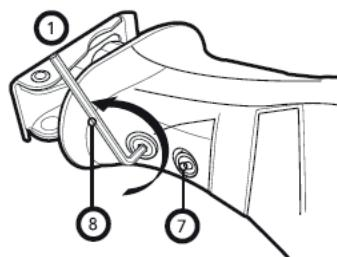

Рисунок 4
- Для продолжительной службы пильного полотно, рекомендуется отрегулировать опорную подошву (1).
- Используя шестигранный ключ (8) ослабьте гайки (7). Выберите нужную длину опорной пластины и хорошо зафиксируйте пластину (Рисунок 4).